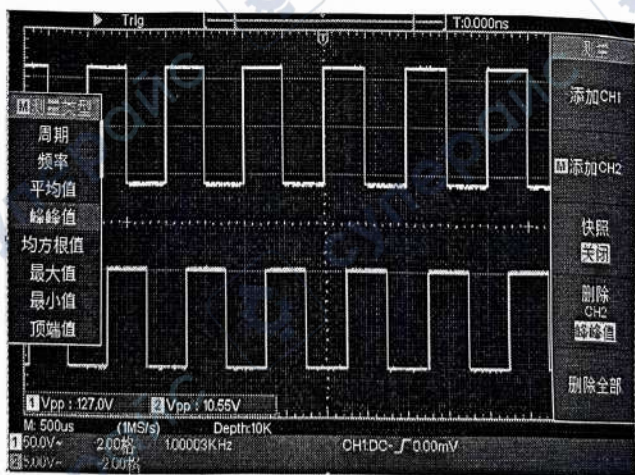

图 6-2：增益测量波形
- (1) 按下 自动设置 按键。示波器自动把两个通道的波形调整到合适的显示状态。
- (2) 按 测量 键，屏幕右侧显示自动测量菜单。
- (3) 按右侧菜单中的 添加CH1。
- (4) 屏幕左侧显示测量类型菜单，旋转 通用 旋钮选择 峰峰值 选项。
- (5) 在右侧菜单中，按 添加CH1，CH1的峰峰值测量添加完成。
- (6) 在右侧菜单中，按 添加CH2，CH2的峰峰值测量添加完成。
- (7) 从屏幕左下角测量值显示区域读出CH1和CH2的峰峰值。见图 6-2。
- (8) 利用以下公式计算放大器增益。